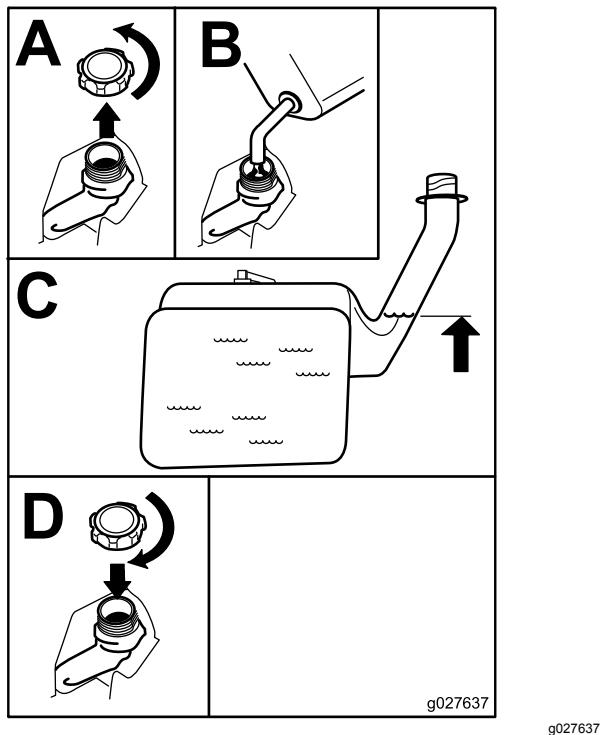

Bild 7
2. Füllen Sie **langsam** bleifreies Normalbenzin ein, bis die Unterseite des Einfüllstutzens erreicht ist **Bild 7**.